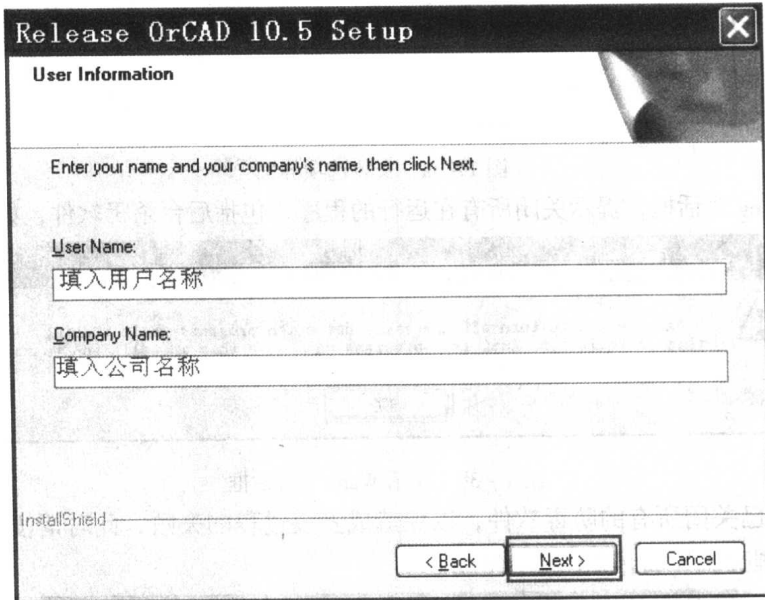

图 1-5a 用户信息界面
5) 单击【确定】，显示用户信息界面，输入名字和公司，如图 1-5a 所示。